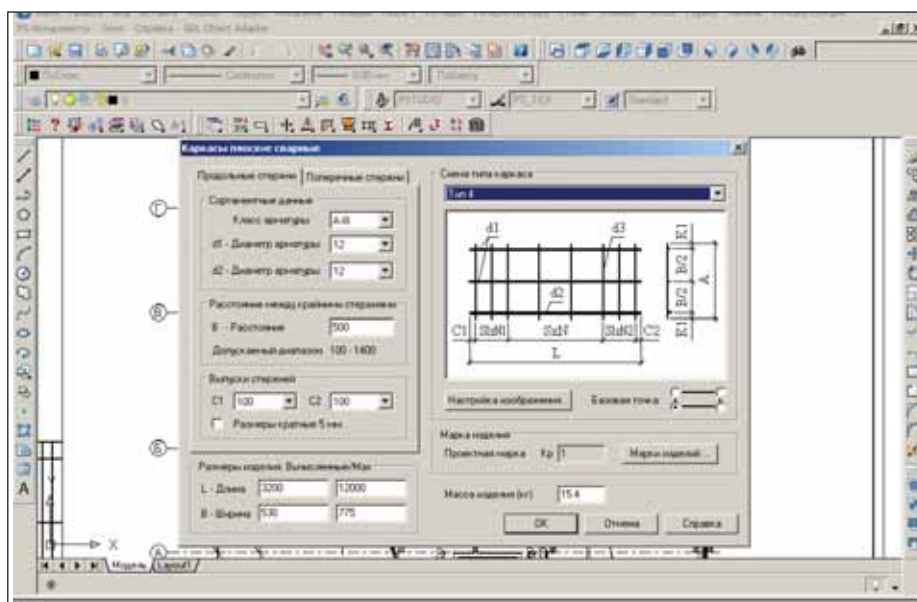

Рис. 3
- **инструмент создания сварных каркасов** — позволяет быстро спроектировать каркас любой сложности и формы (рис. 3).